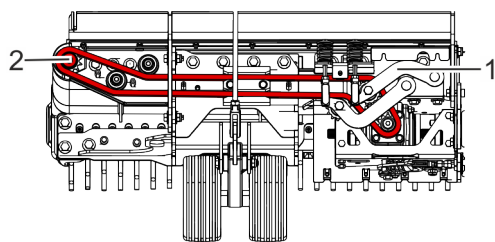

Abb. 59: Kette und Antrieb entfernen
4. Kette und Antrieb (Abb. 59/2) entfernen.
14. Kette und Antrieb (Abb. 59/1) montieren.